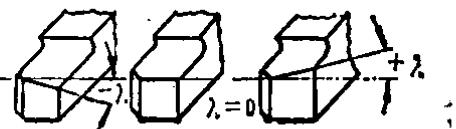

图10 刨刀的主切削刃斜角
(10) 主切削刃斜角——主切削刃和基面之间在切削平面上投影的夹角，以 λ 表示(图10)。